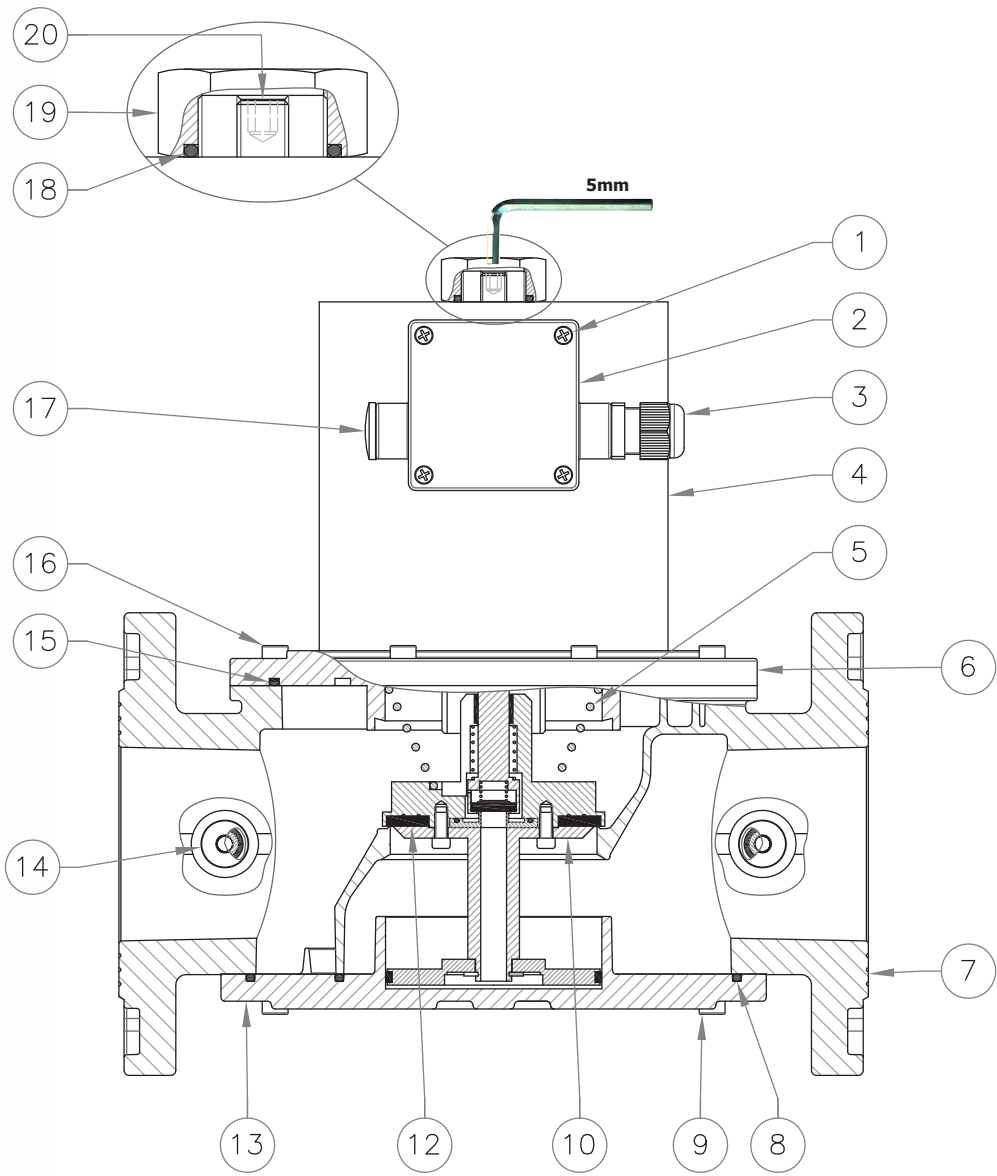

fig. 6
6.2 - INSTALACIÓN Y CALIBRACIÓN DEL MICROINTERRUPTOR CPI (fig. 6 y 7)